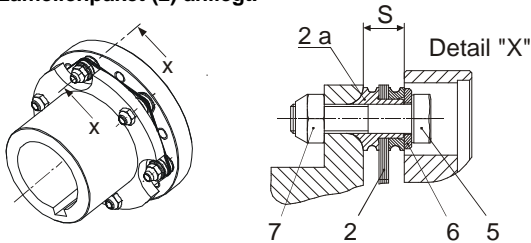

Bild 5
Das Lamellenpaket (2) wird prinzipiell so eingelegt, dass der Radius der Bundbuchsen (Teil 2a, Bild 5, Detail "X") in den Senkungen der Naben (1, 1.1, 1.2, 1.3, 1.4, 1.5, 1.7, 1.8), den Flanschen (1.6), bzw. den Adaptionflanschen (3) liegt.
* Die Sechskantschrauben (5) sind so anzuordnen, dass der Schraubenkopf mit Unterlegscheibe (6) immer am Lamellenpaket (2) anliegt.
Um eine axiale Verspannung der Lamellenpakete zu verhindern, muss das „**Abstandsmaß S**“ (Bild 5, Detail „X“ und Tabelle 1) bei ausgerichtetem Winkel- und Radialversatz der Wellen eingehalten werden.